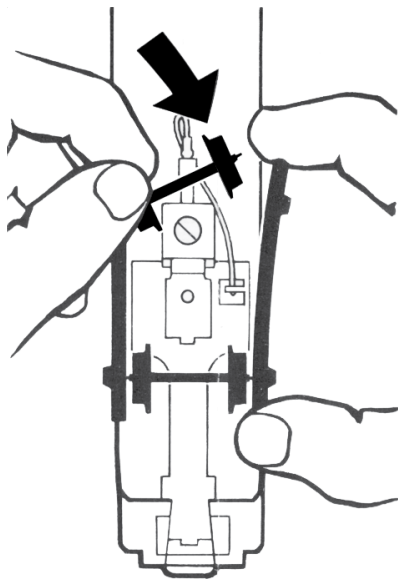

Fig. 6
8. Replace the set of wheels (fig. 6).
8. Mettre l'essieu en place (Fig. 6).
8. Wielstel weer inzetten (Fig. 6).
8. Encajar de nuevo el juego de ruedas (fig. 6).
8. Inserire nuovamente l'asse con ruote (Fig. 6).
8. Montera in hjulsatsen (fig. 6).
8. Anbring hjulparret igen (Fig. 6).